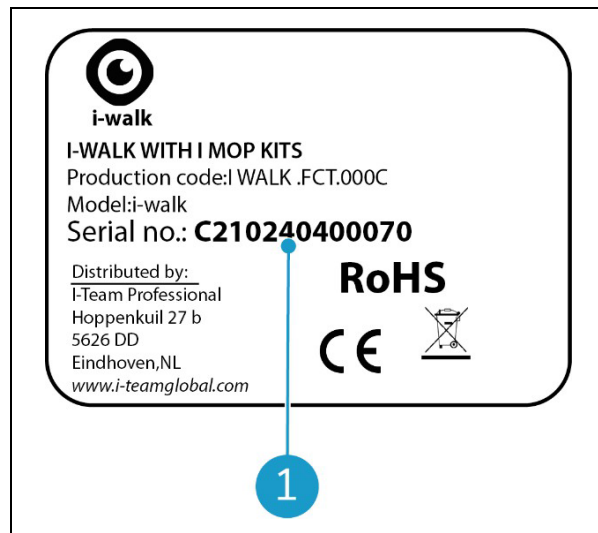

Figura 3
Cada i-walk tiene un número de serie único (Figura 3, pos. 1).